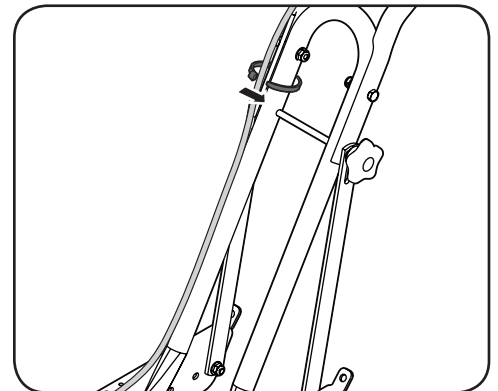

Figura 2-8
- Dirija el cable del control de parada de emergencia hacia arriba, por la parte exterior del soporte de la manija inferior del lado derecho y por el soporte de la manija del lado derecho. Asegure el cable a la manija y sosténgalo con un precinto, levemente por encima del soporte. Consulte la Figura 2-8.